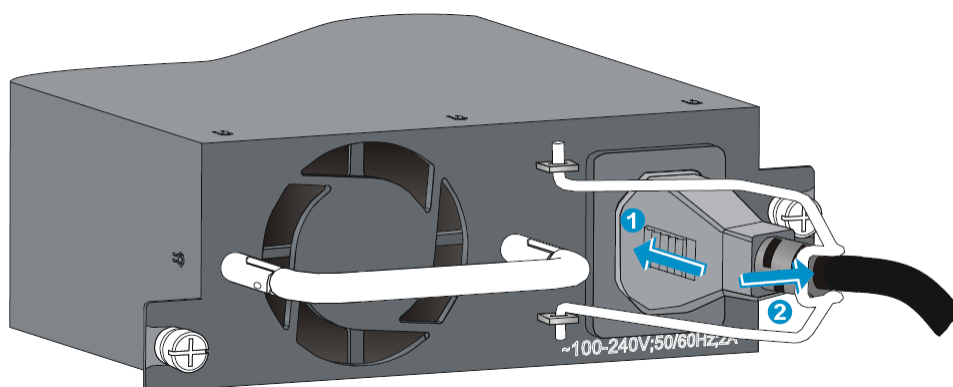

図 3-23 電源モジュールへの AC 電源ケーブルの接続 2
- 3) 図 3-23 の①に示すように AC 電源ケーブルの電源モジュール接続側を装置の AC 電源入力ソケットに接続してください。
- 4) 図 3-23 の②に示すように AC 電源ケーブルを電源モジュールに固定するため、AC 電源ケーブルの固定金具を右に移動してください。